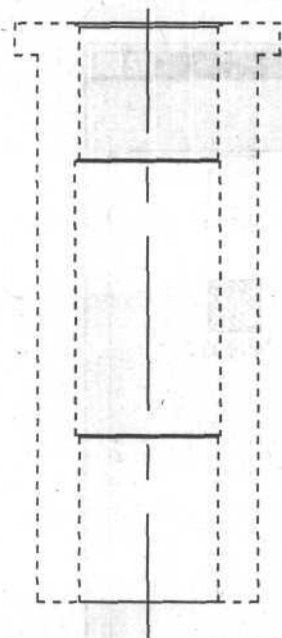

Рис. 8.3. Выделенный контур чертежа после указания внутренних точек
8. Щелкните мышью в любой внутренней точке левой, а затем правой половины контура. Контур выделится точками (рис. 8.3). Нажмите клавишу